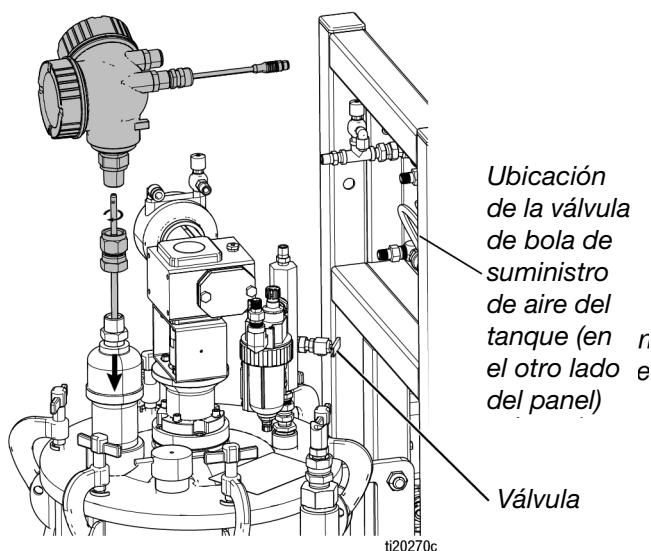

FIG. 9: Montaje del sensor de nivel
1. Cuando el tanque esté vacío, cierre su válvula de bola de suministro de aire y abra la válvula (1010) que hay en el conjunto del colector de aire del tanque (218) para despresurizar el tanque. Consulte la FIG. 9.